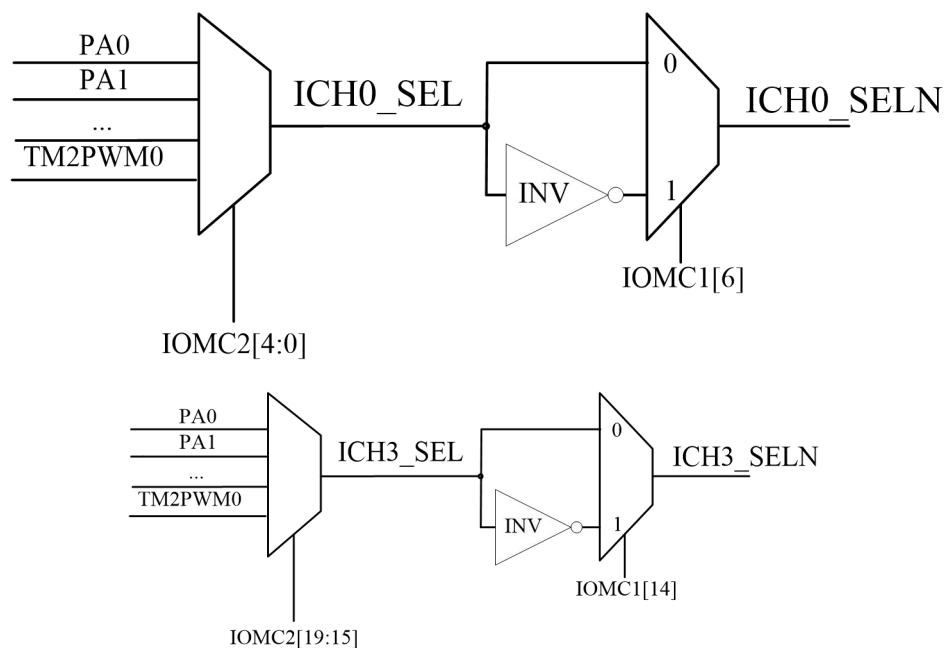

图 1 IO 的输入选通
1. 输入：IOMC 寄存器用于配置输入映射，各模块输入映射根据需求有所不同，现以 ICH0_SEL 为例如图 1。